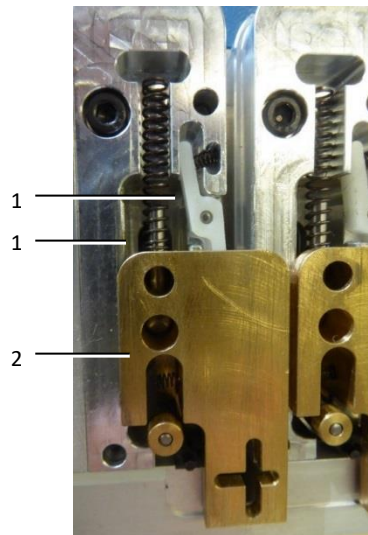

Fig. 28 : unité de transport
- Appliquer très peu d'huile sur l'aluminium des deux côtés (fig. 28, pos. 1) de la rainure de guidage.
- Monter et descendre avec le poussoir en laiton (fig. 28, pos. 2) pour répartir l'huile.